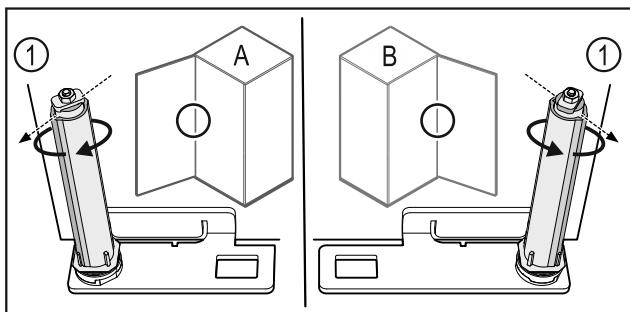

Fig. 59 Feste på venstre side (A) / feste på høyre side (B)
- Drej lukkesystemet mot motstanden til rillen på lukkesystemet Fig. 59 (1) peker utover.